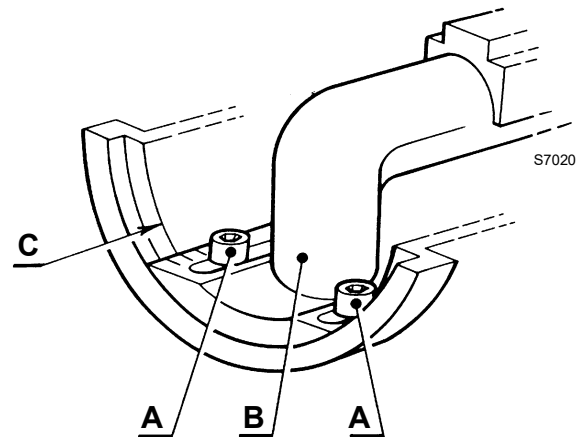

Fig. 9
- allentare le due viti A)(Fig. 9), spostare il gomito B) in modo che il piano posteriore del manicotto C) coincida con la tacca desiderata;
- allentare le due viti A)(Fig. 9) senza toglierle;